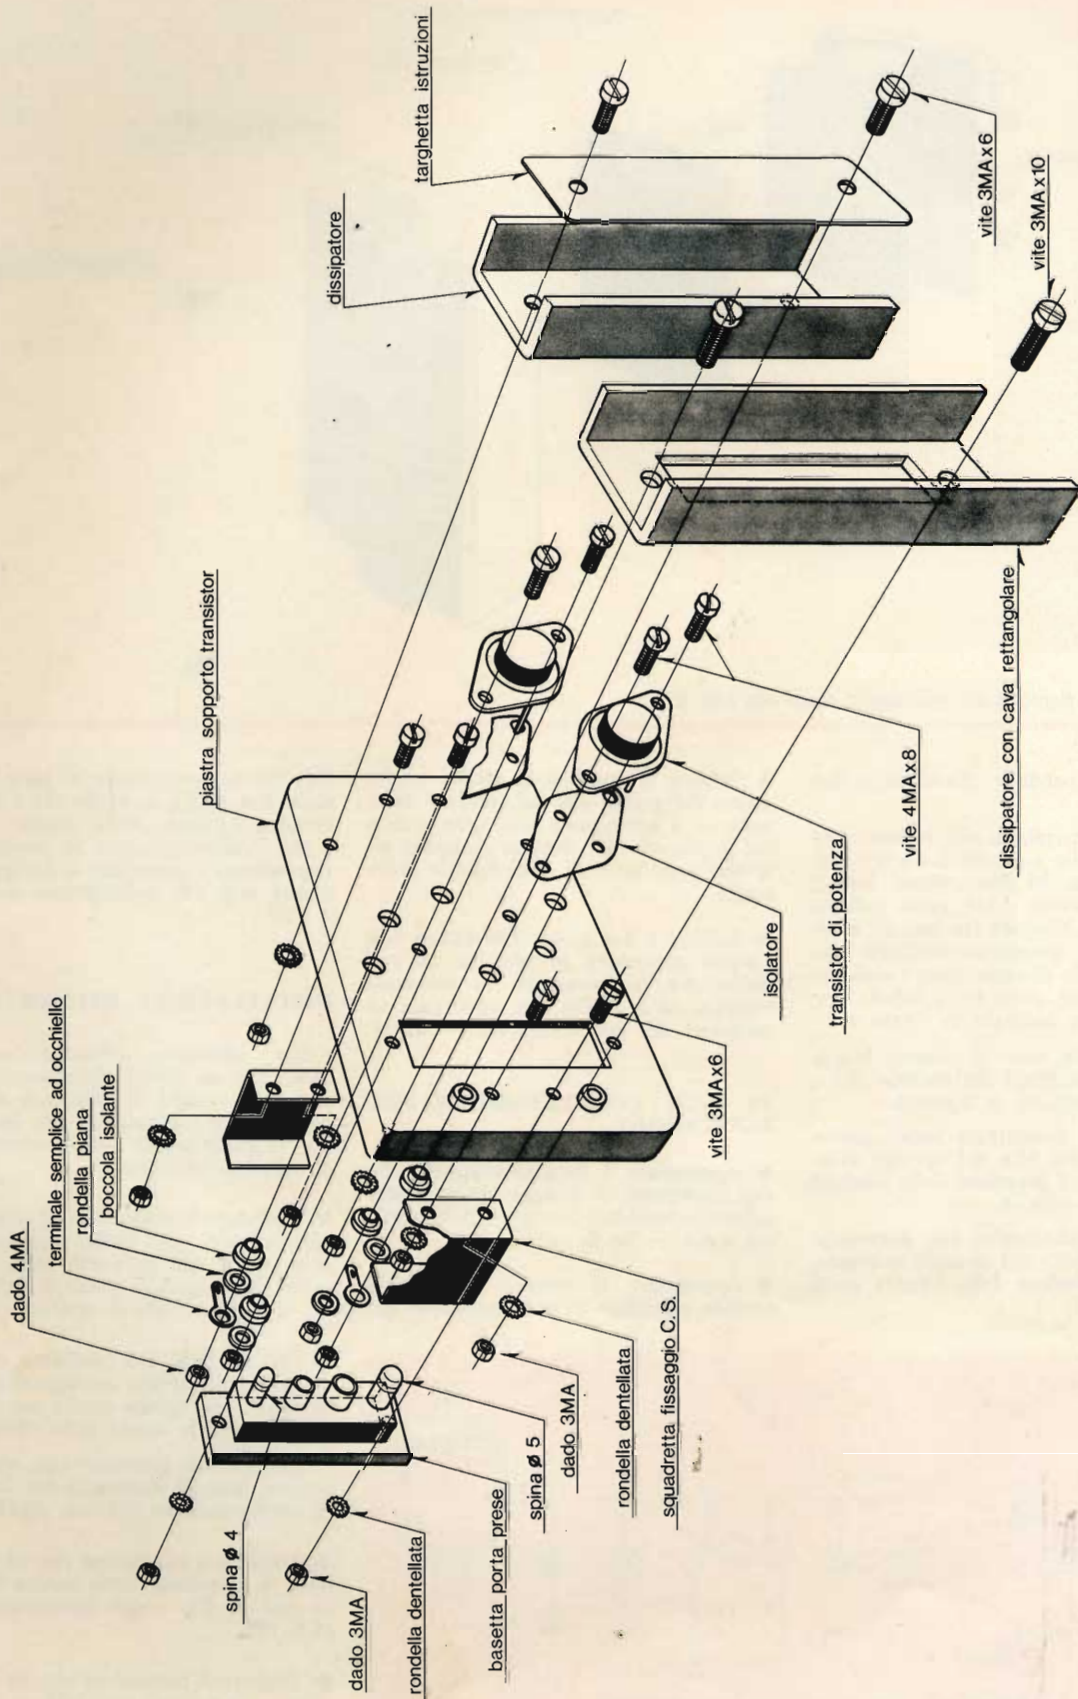

Fig. 5 - Esploso di montaggio della piastra e dei transistori.
2°) FASE - MONTAGGIO DELLA PIASTRA DI SUPPORTO DEI TRANSISTORI - FIG. 5
- Montare sulla piastra i due transistori di potenza, interponendo fra la piastra ed i transistori gli appositi isolatori — fig. 5. Il fissaggio sarà effettuato mediante quattro viti 4MAX8, due per ogni transistore. A ciascuna vite, che dovrà essere introdotta dal lato superiore della piastra, dovranno essere infilati prima la boccola isolante, quindi la rondella piana ed infine il dado di fissaggio. Fra il dado e la rondella che fanno capo alla vite esterna di ciascuno dei due trasformatore dovrà essere infilato un terminale semplice ad occhio — fig. 5.